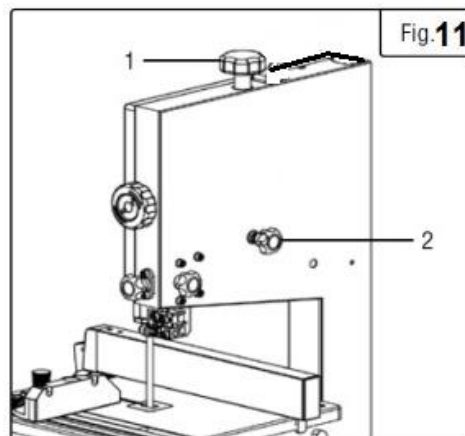

Рис. 11
3. Поверните ручку натяжения полотна (Рис. 11, 1), чтобы ослабить его натяжение.